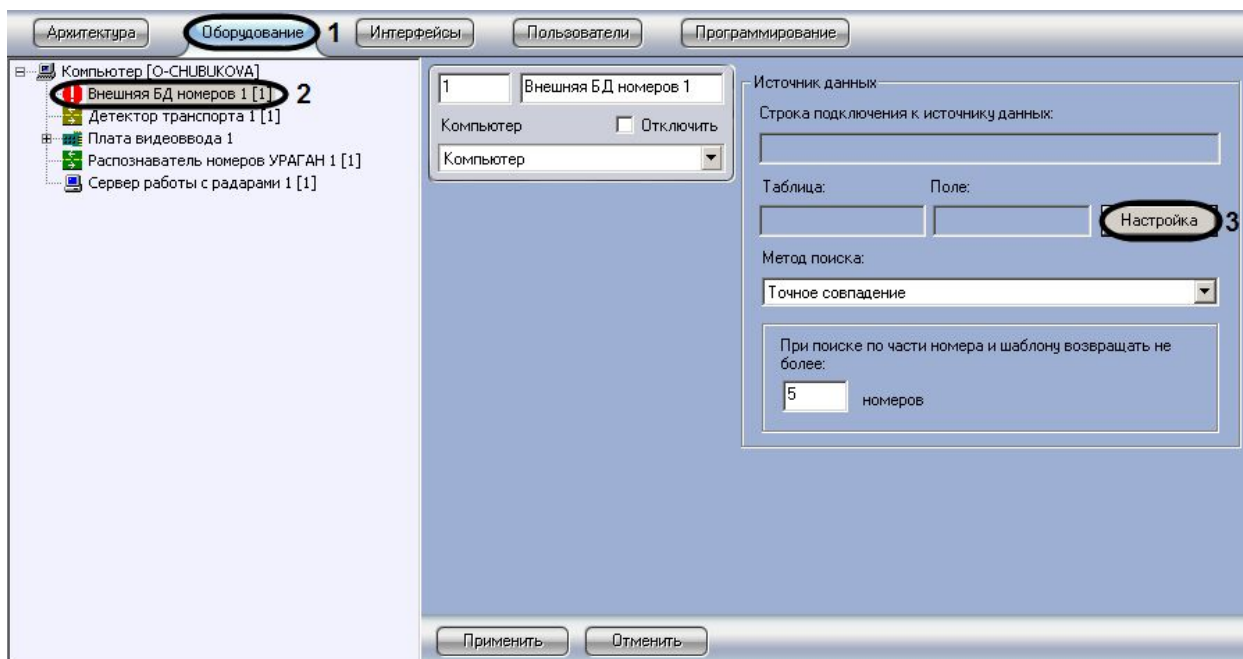

Рис. 7.6.2-1 Подключение к внешней базы данных.
1. Перейти на вкладку «Оборудование» диалогового окна «Настройка системы» (см. Рис. 7.6.2-1, 1).
2. Выбрать в дереве объект «Внешняя БД номеров» (см. Рис. 7.6.2-1, 2).
3. Нажать кнопку «Настройка» для вывода диалогового окна «Setup connection» (см. Рис. 7.6.2-1, 3).
В результате будет выведено диалоговое окно «Setup connection» (см. Рис. 7.6.2-2), при помощи которого необходимо выбрать подключаемую базу данных номеров. Для того, чтобы начать процесс выбора базы данных номеров, необходимо нажать кнопку «Build». После выполнения указанного действия появится стандартное диалоговое окно выбора базы данных (см. Рис. 7.6.2-2, 1).